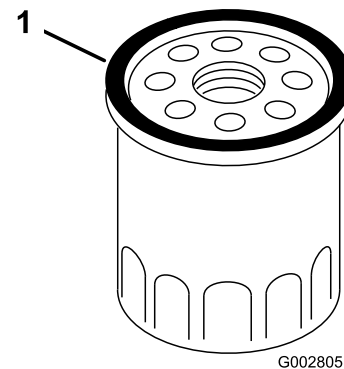

Рисунок 23
4. Нанесите пальцем на прокладку нового фильтра слой чистого моторного масла (Рисунок 23).